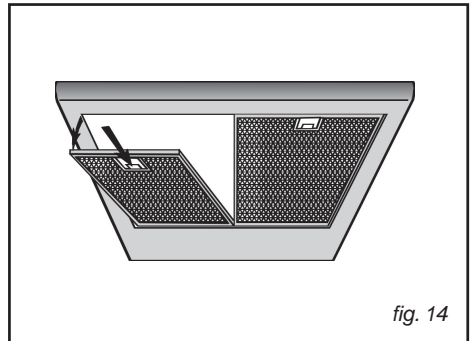
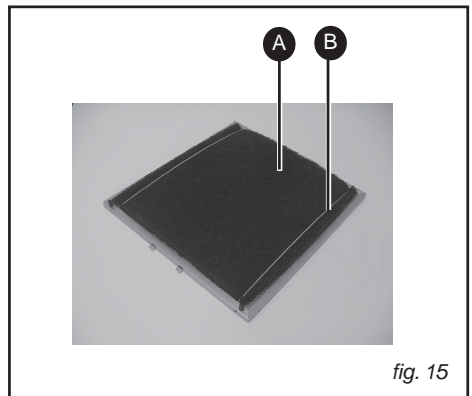

fig. 14
fig. 15
• Démontage des filtres à graisse (fig.14)
Dans le cas d'emploi de la hotte en version recyclage, il faudra remplacer les filtres à charbon environ tous les six mois, selon l'emploi de la hotte. Après avoir enlevé les filtres à graisses (Fig. 14) on peut enlever facilement les filtres à charbon (Fig. 15): enlever les butées filtres (B) et extraire le filtre à charbon (A).